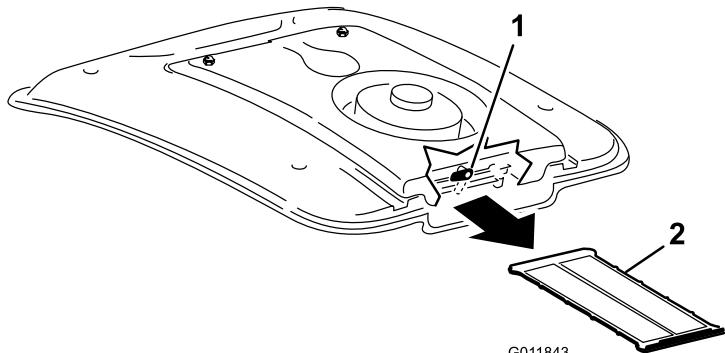

Figura 105
2. En la parte trasera del soporte del ventilador, gire el cierre a un lado (Figura 105).
3. Retire el filtro del aire acondicionado de debajo del serpentín del aire acondicionado (Figura 105).
4. Limpie la rejilla a fondo con aire comprimido (Figura 105).